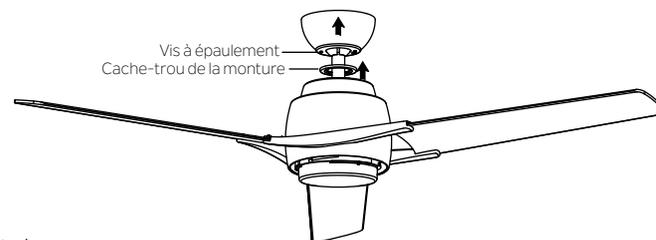

Fig. 17
Étape 3. Fixer solidement et serrer le couvercle du trou de la monture sur les vis à épaulement du support de montage en utilisant la fonction de verrouillage par un simple mouvement de rotation du logement à clavette. (Fig. 17)